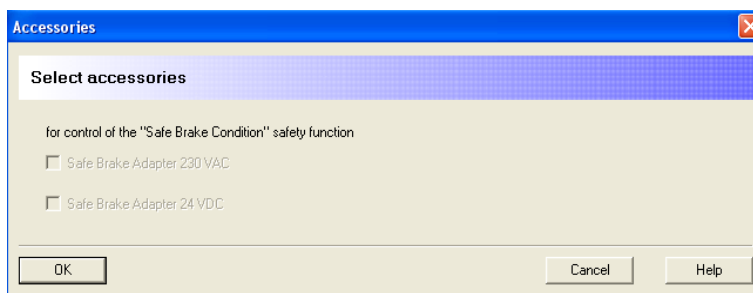

Figura 3.2.55 “Select accessories”
- *Accessories*: abre la ventana que se puede observar en la figura 3.2.55, en la que se muestra la opción de incluir frenos de seguridad para distintas condiciones (*Safe brake condition*). En este caso al no contar este eje con freno de seguridad no se puede seleccionar ninguna de las opciones.